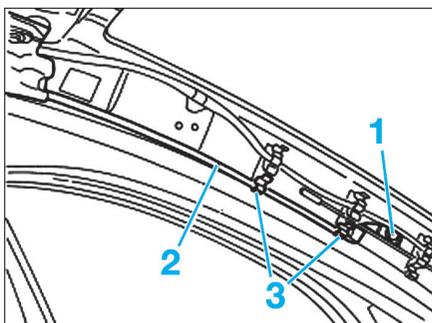

Fig. 14
- Déposer la vis (1) fixant le tirant de l'airbag rideau (Fig.14).
- Sortir la partie avant de l'airbag rideau (2) des agrafes (3).